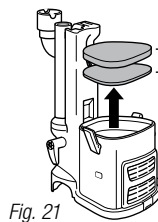

Fig. 21
- 2 Tenez la coupelle à poussière au-dessus de la poubelle, puis enfoncez le bouton de verrouillage du panneau inférieur. (Fig. 21) Tapez doucement la coupelle pour la vider. Fermez le panneau en appuyant sur celui-ci jusqu'à ce qu'il s'enclenche.